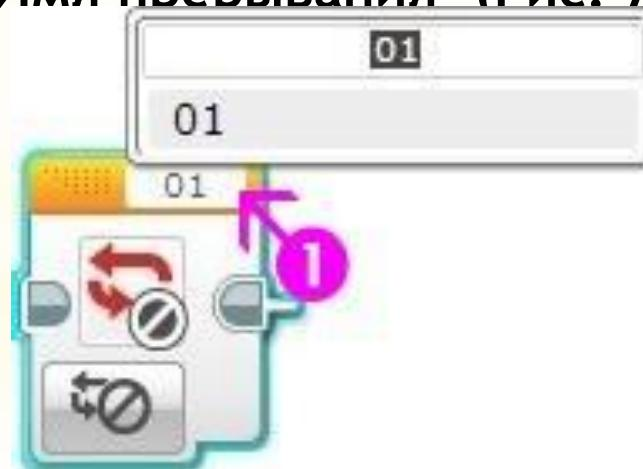

Рис. 7
- * За основу решения данной задачи возьмем программу, решающую **Задачу №1**. При решении **Задачи №2** нам потребуется прервать выполнение цикла. Этой цели служит программный блок "**Прерывание цикла**" Оранжевой палитры. С помощью данного блока можно организовать выход из цикла, заданного параметром "**Имя прерывания**" (Рис. 7 поз. 1).